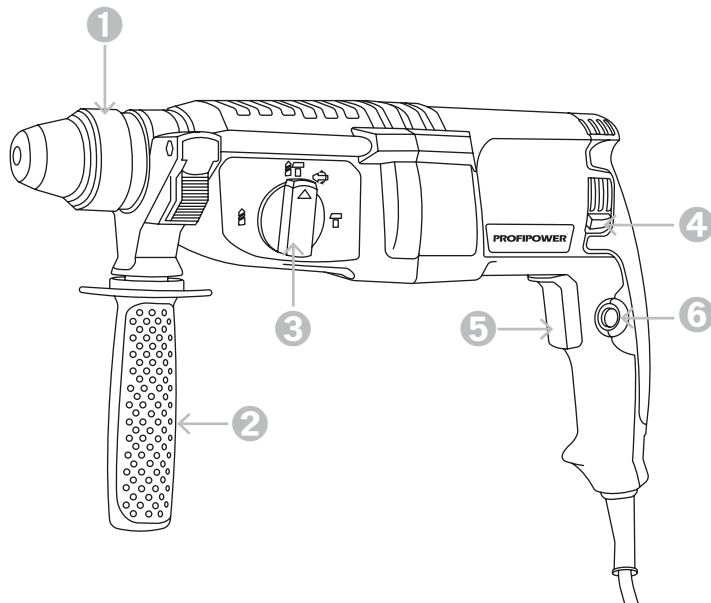

Рисунок 1.1. Устройство инструмента
**ВНИМАНИЕ!** Пользуйтесь электроинструментом только с дополнительной рукояткой «3» (рисунок 1.1.). Дополнительную рукоятку «3» можно повернуть в любое положение для удобства контроля инструмента и безопасной работы.
① Для включения электроинструмента нажмите триггерный выключатель «б» (рисунок 1.1.) и держите его нажатым.
② Для выключения электроинструмента отпустите триггерный выключатель «б» При продолжительной эксплуатации нажмите на триггерный переключатель
**ВНИМАНИЕ!** Перед работой всегда проверяйте направление вращения. Пользуйтесь переключателем «5» только после полной остановки инструмента, чтобы избежать его повреждения. Для ударного сверления и для долбления всегда устанавливайте правое направление вращения. Направления вращения патрона можно изменять с помощью переключателя «5», при отпущенной клавише выключателя «б» (рисунок 1.1.). Для вращения вправо прижмите переключатель направления вращения «5» вниз до упора. Для вращения влево прижмите переключатель направления вращения «5» вправо до упора.
**ВНИМАНИЕ!** Изменяйте режим работы только при выключенном электроинструменте! В противном случае электроинструмент может быть поврежден. Перфоратор имеет три режима: сверление без удара, сверление с ударом, долбление. Переключателем режимов «4» (рисунок 1.1.) выберите режим работы электроинструмента в соответствии с Таблицей 4.
Вы можете плавно регулировать число оборотов и ударов включенного электроинструмента, сильнее или слабее нажимая на выключатель «б» (рисунок 1.1.) Легким нажатием на выключатель «б» инструмент включается на низкое число оборотов и низкое число ударов. С увеличением силы нажатия число оборотов и ударов увеличивается.